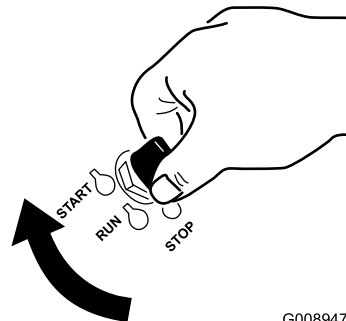

Figura 16
1. Gire la llave de contacto a la posición de Arranque (Figura 16).